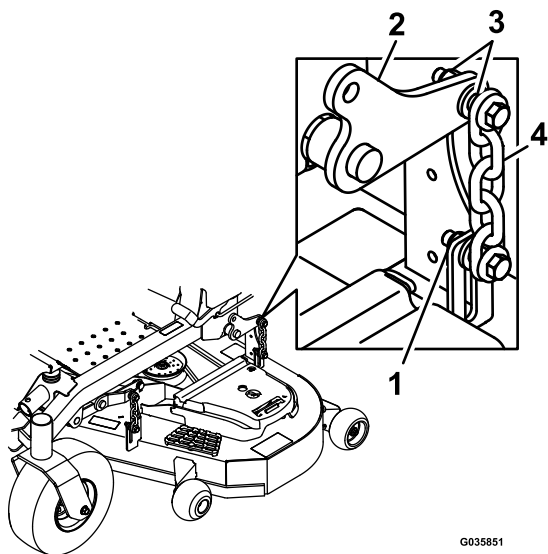

Рисунок 84
13. Ослабьте контргайки (Рисунок 84) на всех 4 углах и убедитесь, что дека газонокосилки надежно опирается на все 4 подставки.